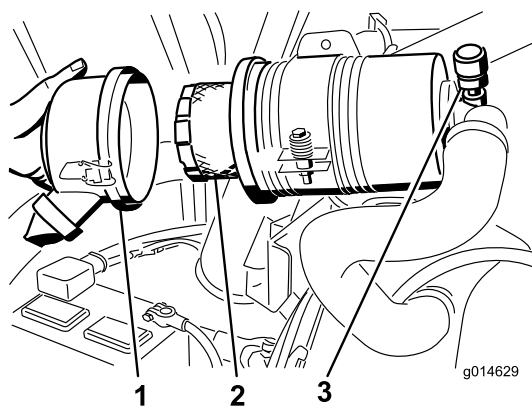

Figura 53
4. Retire e substitua o filtro (Figura 53).